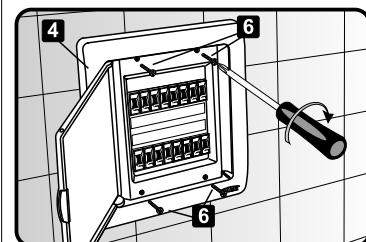

Figura 1 - Fixação da Moldura.
Posicione a Moldura (4) no Quadro de Distribuição (1) e fixe com os quatro parafusos (6) com o auxílio de uma chave phillips adequada (Figura 1).
Posicione a Moldura(4) no Quadro de Distribuição (1) e fixe com os quatro parafusos (6) com o auxílio de uma chave phillips adequada (Figura 1).